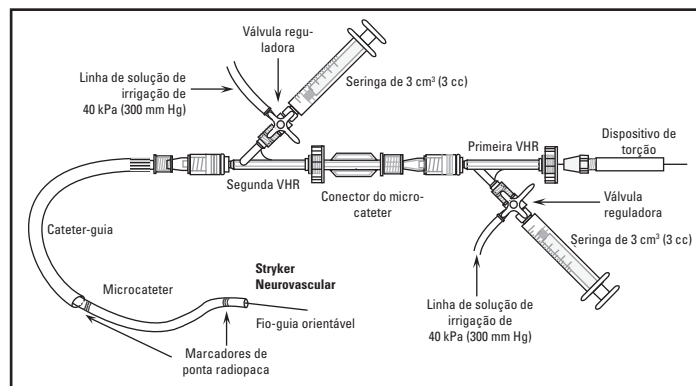

Figura 1. Exemplo de configuração de irrigação contínua
A configuração recomendada para a irrigação contínua está ilustrada na Figura 1. As VHR proporcionam uma vedação estanque e são encaixadas no cateter-guia e no microcateter. Ligue as válvulas reguladoras aos braços laterais da VHR para as utilizar como portas de infusão para a injeção de soluções de irrigação ou de meio de contraste adequadas.
9. Faça deslizar o dispositivo de torção sobre a extremidade proximal do fio-guia, de acordo com a Figura 1, e prenda-o.